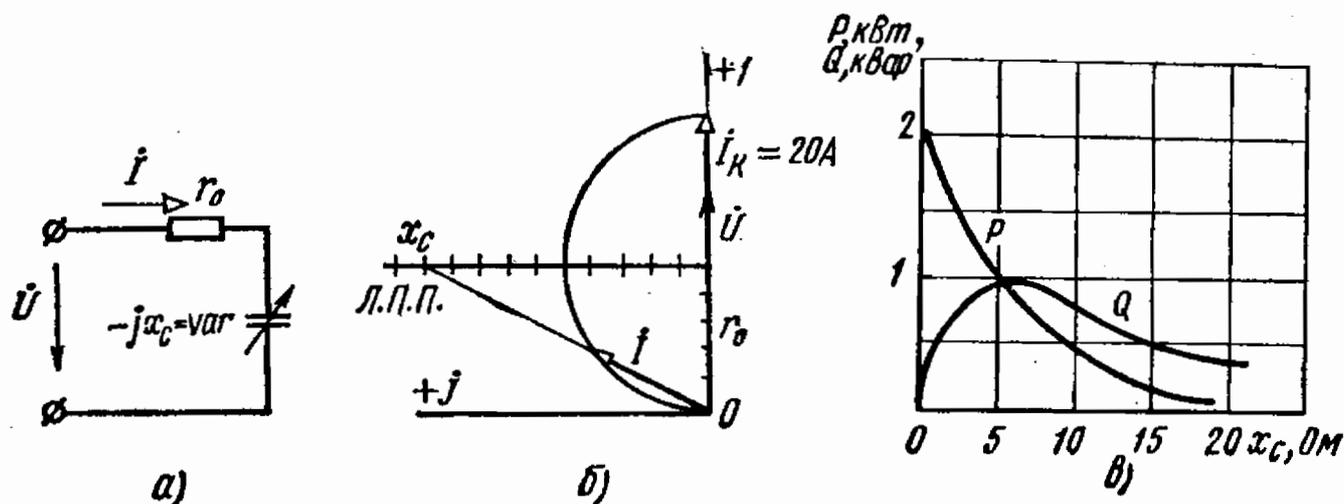

Рис. 3.43
3.43. Построить годограф вектора тока \vec{I} для цепи схемы рис. 3.43, а, если напряжение $U = 100$ В, сопротивление $r_0 = 5$ Ом, а сопротивление x_C изменяется от 0 до ∞ . По круговой диаграмме построить зависимости $P(x_C)$ и $Q(x_C)$.
Ответ. Круговая диаграмма и графики мощностей представлены на рис. 3.43, б, в.